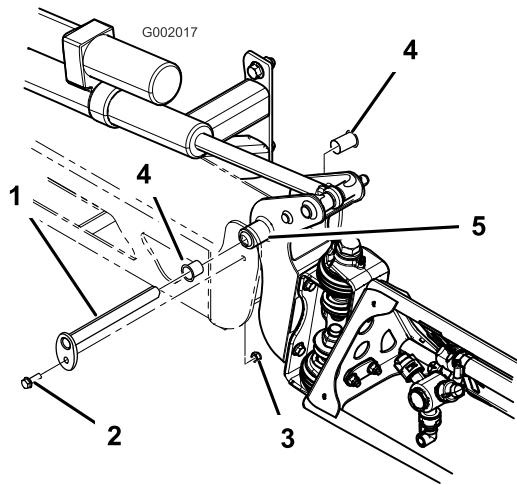

図 62
3. ブームを支えておきながら、ピボット・ピンをブーム・アセンブリに固定しているボルトとナットを取り外す(図62)。ピボット・ピンを取り外す。
5. ナイロン・ブッシュを取り外し、ピボット・ブラケットの前面および後面側から見て点検する(図62)。磨耗したり破損したりしている場合は交換する。
7. センター・フレームにブーム&ピボット・ブラケット・アセンブリを取り付け、開口部を整列させる(図62)。